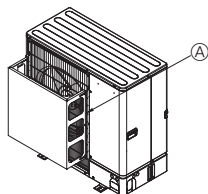

Fig. 2-5
- ② Paigaldage kaitsevari, kui seade paigaldatakse kohta, kus nt orkaani vms tuuled võivad otse õhu väljalaskeavasse tungida. (Fig. 2-5)